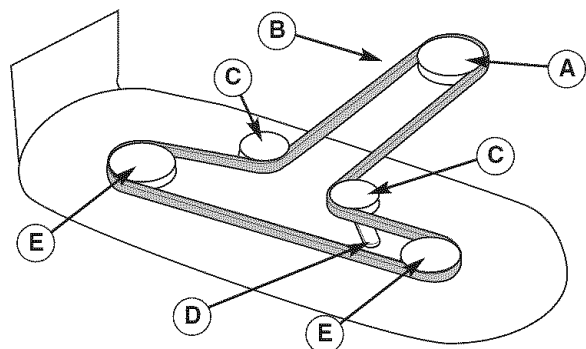

Figura 12. Disposición de Banda de Podadora
5. Use la palanca de desembrague de la banda en la podadora (D, Figura 12) para liberar la tensión en la polea tensora de la podadora e instale la banda de tracción como se muestra en la Figura 12.